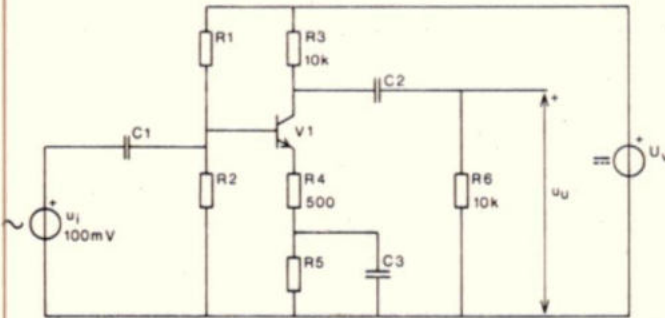

Fig. 16.
5. Van de transistor in fig. 16 bedraagt de wisselspanning tussen basis en emitter 2 mV. De stroomversterkingsfactor $\alpha_e = 97$. Bij de frequentie van u_i mag de reactantie van de condensatoren gelijk aan nul worden gesteld.